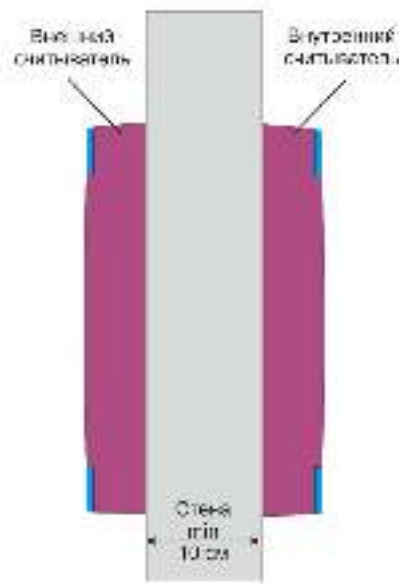

Рисунок 4. Крепление считывателей на одном уровне
- При установке считывателей на одном горизонтальном и вертикальном уровне (рисунок 4) толщина стены должна быть не менее 10 сантиметров.